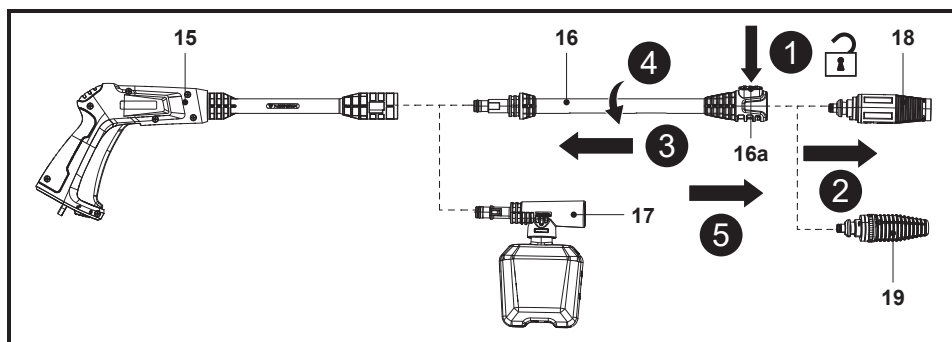

Fig. 3
**NOTĂ:** Când două componente sunt conectate corect, nu pot fi separate trăgându-le direct una din cealaltă. Toate accesoriile pentru pistolul pulverizator trebuie introduse în pistolul pulverizator (15) pentru utilizare corectă.
4. Pentru a deconecta duza, apasă butonul de blocare (16a) și ține-l apăsat, apoi trage afară duza montată (Fig. 3, pașii 1, 2). Montează la loc duza necesară.
5. Pentru a deconecta extensia de lance (16) sau duza pentru recipientul cu detergent (17), apasă și rotește extensia de lance (16) în sens antiorar pentru a îndepărta accesoriul (Fig. 3, pașii 3, 4, 5). Montează la loc accesoriul pentru pistolul pulverizator necesar.